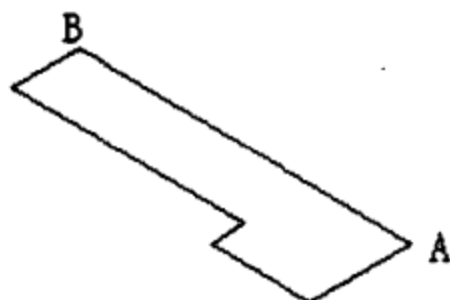

图 7-40 三维轮廓草图
(3) 单击【视图】工具条中【东北等轴测视图】命令按钮, 进入三维绘图环境, 如图 7-40 所示。
选择图 7-40 图形为草图轮廓。